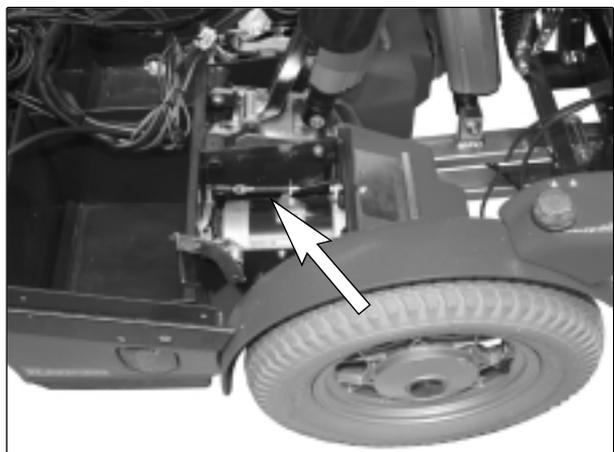

Abb. 27. Entriegelungsdraht Magnetbremse
7. Ziehen Sie die Drahhülse nach vorne und führen Sie den Draht durch den Schlitz des Drahhalters heraus. Haken Sie den Bremsentriegelungsdraht aus der Magnetbremse aus, siehe Abb. 27.